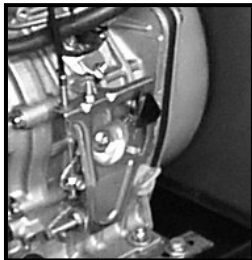

Рис.7
2) Двигатель Йанмар: Перевести рычаг акселератора, расположенного на двигателе (смотри рис. 7), вверх; дождаться полной остановки двигателя; перевести ключ в положение "OFF".